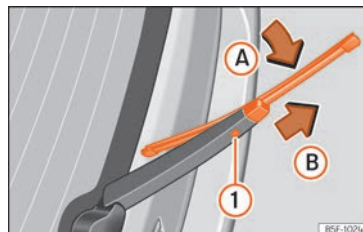

Fig. 40 Retirer et mettre en place le balai d'essuie-glace arrière.
- Faites pivoter légèrement le balai d'essuie-glace » fig. 40 (flèche A).
- Maintenez la touche de déverrouillage ① enfoncée et tirez en même temps sur le balai dans le sens indiqué par la flèche B.
- Insérez sur le bras d'essuie-glace arrière un balai d'essuie-glace neuf **de même longueur et de même type** dans le sens contraire de la flèche B et jusqu'à ce que la touche ① s'encastre.